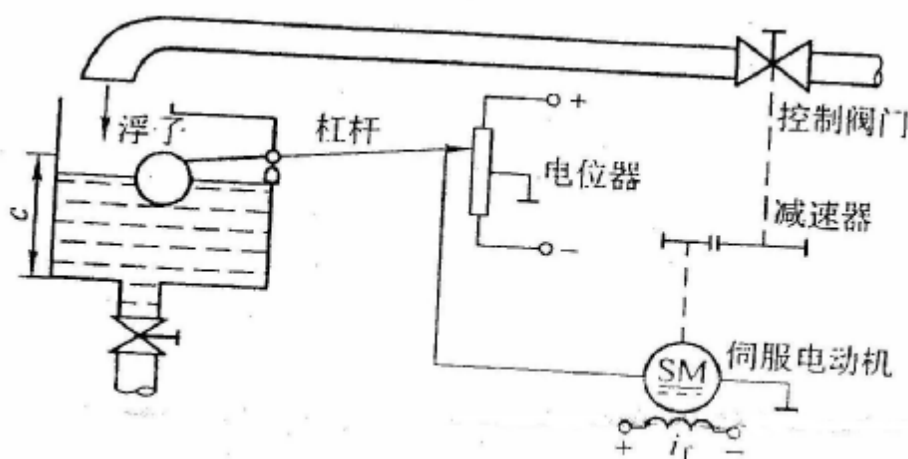

图1 液位自动控制系统原理示意图
- (1) 简述控制系统的性能指标。(6分)
- (2) 图1为液位自动控制系统原理示意图。希望在任何情况下液面高度 c 维持不变,试说明系统工作原理,并画出系统原理框图。(14分)